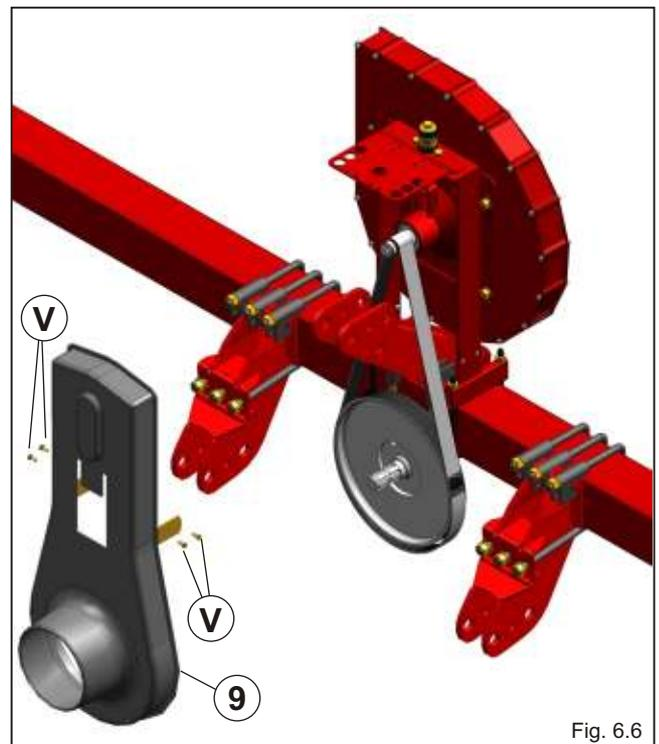

Fig. 6.6
- Уберите защитный картер **9**, открутив болты **V** (Рис. 6.6).